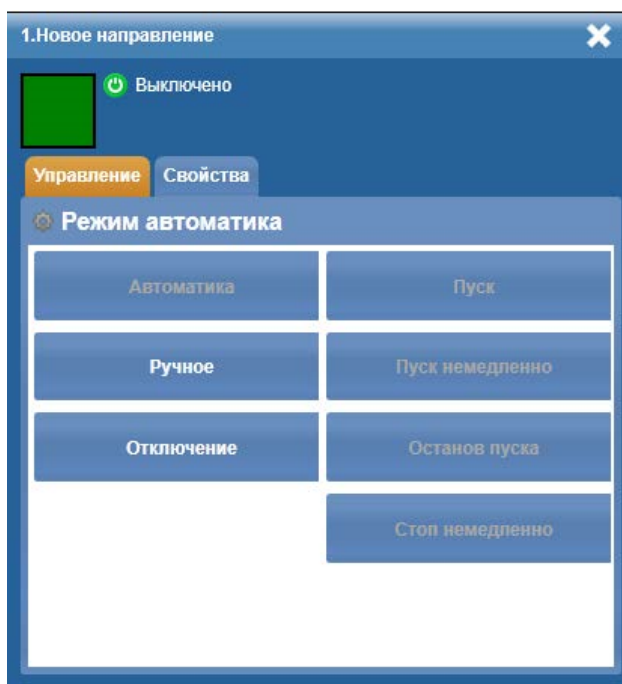

Рисунок 11.13 – Вкладка **Управление** окна свойств направления
3. **Свойства** — вызывает окно свойств направления (рисунок 11.13). В верхней части окна указаны название направления и его текущее состояние.